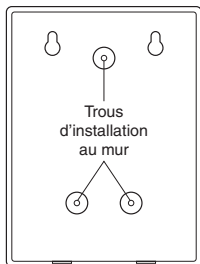

Figure 6 - Installation au moyen des vis
- Servez-vous des trous du boîtier comme modèle (voir Figure 6). Percez 3 trous d'un diamètre de 5,5 mm (7/32 po) pour les ancrages muraux (fournis), puis insérez-y ces ancrages.